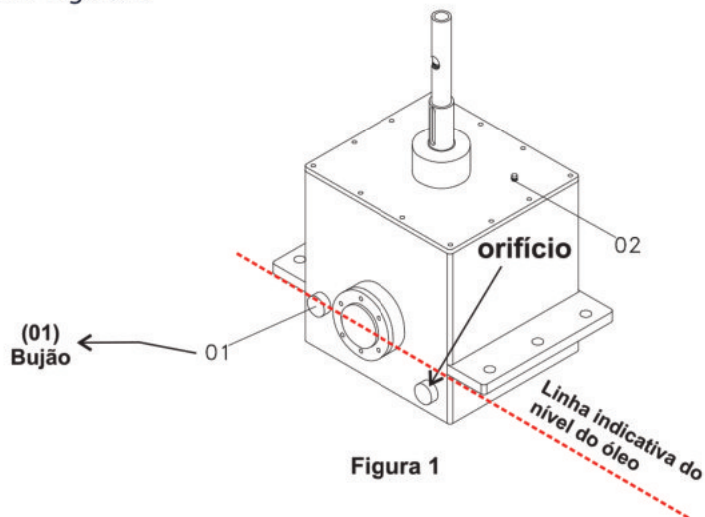

Figura 1
- A folga entre os dois tubos do cardan deverá ser no mínimo de 25mm, conforme figura 1.
- Verifique o nível do óleo da caixa de acionamento. Com a Semeadeira Show nivelada remova o bujão (01), o nível do óleo deve atingir a borda do orifício, conforme Figura 1.